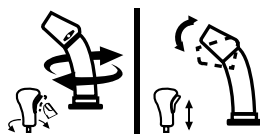

Figure 59
- Pour changer la direction d'éjection de la neige, pressez la gâchette sur la manette et faites pivoter la manette vers la droite ou vers la gauche. Voir (Figure 59).